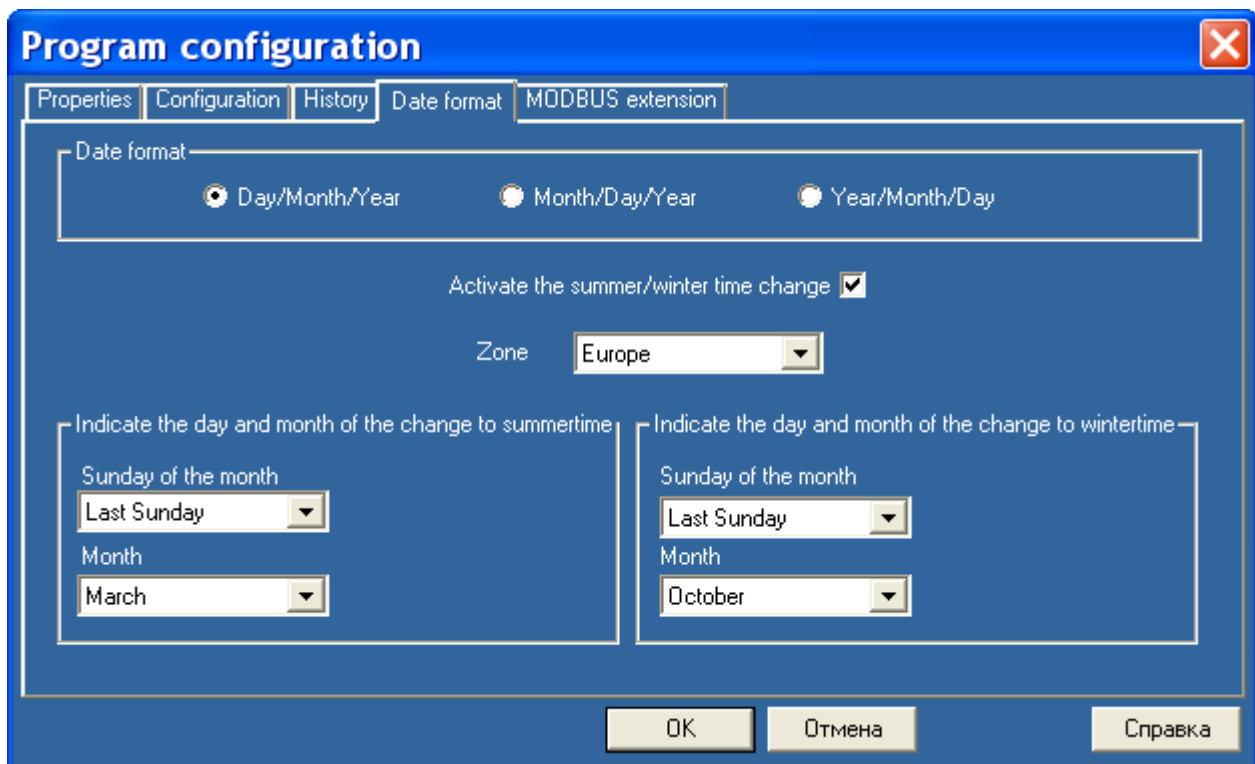

Рис. 5.7. Вкладка «Формат дати» вікна конфігурації програми
- За допомогою команди меню «Edit > Program configuration» або кнопки  відкрити вікно конфігурації програми та перейти на вкладку вибору формату календарної дати «Date format» (див. рис. 5.7).